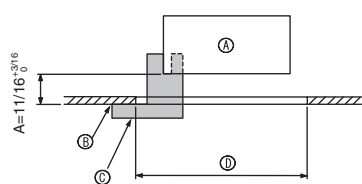

Fig. 9-2
①	Grille	1	950 × 950 (mm), 37-3/8 × 37-3/8 (pouces)
②	Vis avec rondelle captive	4	M5 × 0,8 × 25
③	Jauge	1	(Divisé en quatre parties)
④	Attache	3
⑤	Vis	4	4 × 8
⑥	Vis	1	4 × 12
9.2. Préparation avant d'attacher la grille (Fig. 9-2)
• A l'aide de la jauge ③ fournie avec ce kit, régler et vérifier la position de l'appareil par rapport au plafond. Si l'appareil n'est pas correctement positionné, il y aura des risques de fuites d'air et de la condensation pourrait s'accumuler.